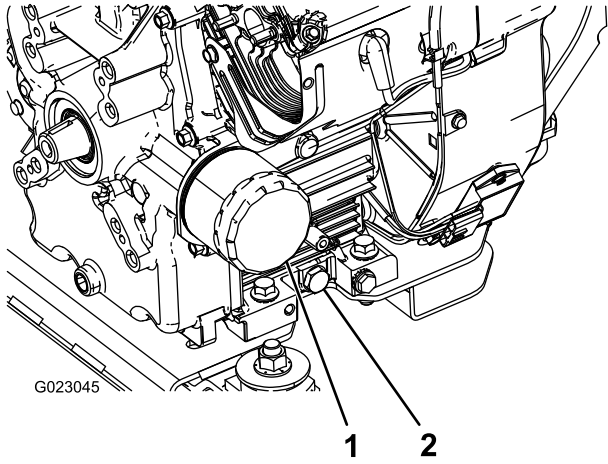

图41
5. 拆下排油塞（图41）。
2. 拆下机油滤芯（图41）。
5. 将新机油滤芯装在机油滤芯安装座上。顺时针转动机油滤芯，直至橡胶垫片接触到机油滤芯安装座，然后将机油滤芯再旋入 $\frac{1}{2}$ 圈（图41）。